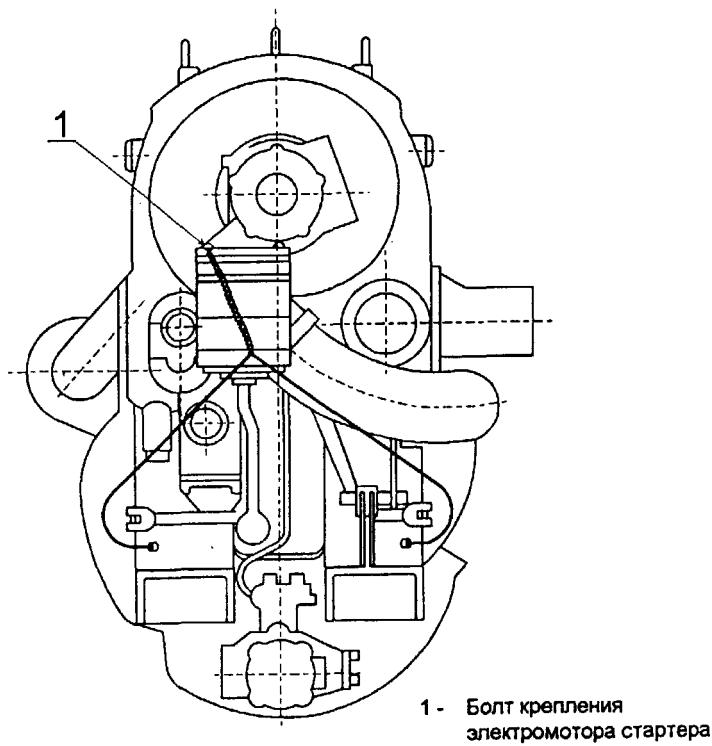

Рис. 9-1
**Предупреждение:** При перевозке двигателя и обращении с ним необходимо соединить первичные цепи магнето на массу двигателя, чтобы избежать возможности случайного запуска при провороте коленвала двигателя. Присоединение первичных обмоток обеих магнето на массу двигателя производится неизолированным медным проводом диаметром 0,8 мм. Одним концом он соединяется с клеммой первичной цепи магнето, а другим к болту крепления пускового электромотора стартера (см. Рис. 9-1).
- d/ Соединить на массу первоначальные обмотки магнито (см. Рис. 9-1).